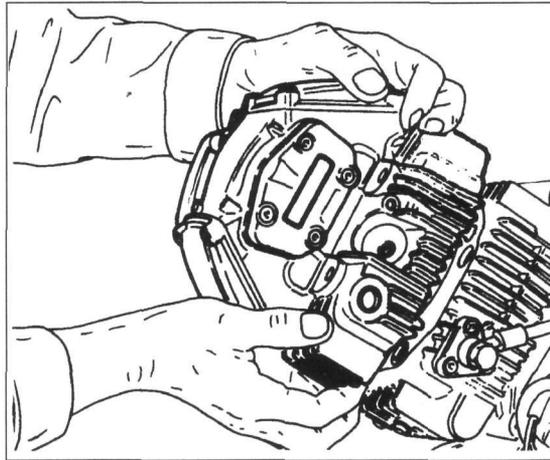

Bild 141
• Zylinderkopf leicht anheben (Bild 141), Muttern und Scheiben abnehmen, dann Kopf ganz abnehmen.